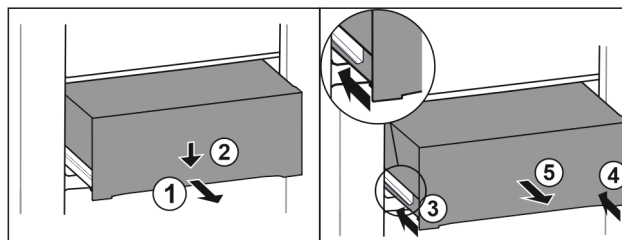

Fig. 146
- Dra ut utdragslåda till hälften. Fig. 146 (1)
- Tryck utdragslådan på framsidan nedåt. Fig. 146 (2)
- Skjut in vänster skena ca 2 cm. Fig. 146 (3)
- Skjut in höger skena ca 2 cm. Fig. 146 (4)
- Ta ut utdragslåda genom att dra den framåt. Fig. 146 (5)